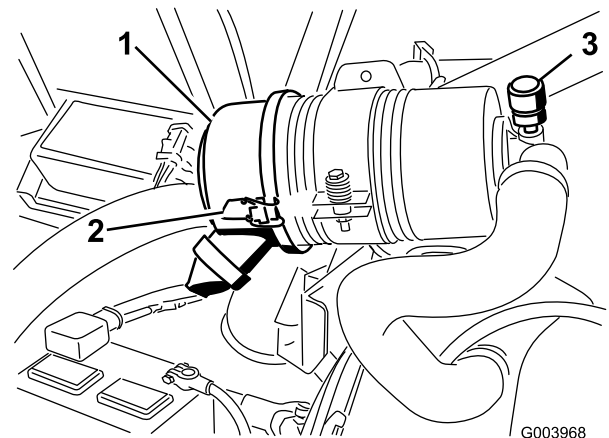

Figura 58
Effettuate la manutenzione del filtro dell'aria quando l'indicatore (Figura 58) lo richiede. Sostituendo il filtro dell'aria prima del necessario si aumenta il rischio che la morchia penetri nel motore quando si toglie il filtro.
1. Rilasciate i fermi che fissano il coperchio del filtro dell'aria al relativo corpo (Figura 58).